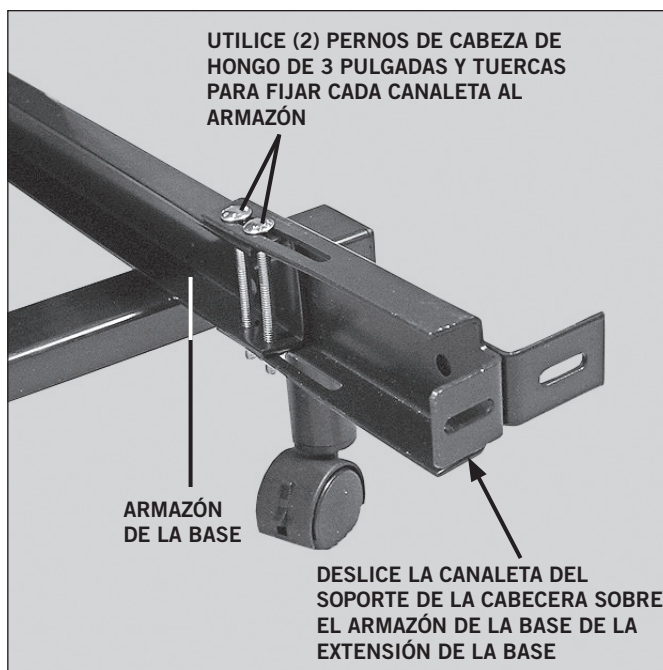

FIGURA 8: Instalación de la canaleta del soporte de la cabecera (uno a cada lado de la cabecera de la base).
- Deslice una canaleta del soporte de la cabecera sobre un lado del armazón de la base. Con (2) pernos/tuercas de cabeza de hongo (FIGURA 8) fije la canaleta al armazón de la base (FIGURA 9). Ajuste manualmente los pernos/tuercas (no demasiado) para sujetar las canaletas del soporte de la cabecera. Repita el procedimiento para instalar la otra canaleta en el lado contrario.